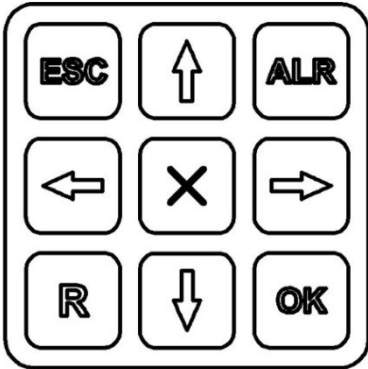

Рисунок 3 – Клавиатура КРПЧ «вверх»
При подаче сигнала L-диапазона на вход КРПЧ он делится и подается на ПЧ1 (на рис.3а выбран основным) и ПЧ2 (на рис.3а выбран резервным). Преобразованные сигналы выходят из ПЧ1 и ПЧ2 и поступают в контроллер резервирования на «Вх.1 Ки» и «Вх.2 Ки», далее через СВЧ-коммутатор на Выход Ки.
Рисунок 3а – Типовая схема системы резервированного ПЧ 1:1
- убедиться, что схема собрана в соответствии с рис.3а, аппаратура подключена к сети питания и все настройки, в том числе выбор источника опорной частоты 10 МГц, выполнены верно;